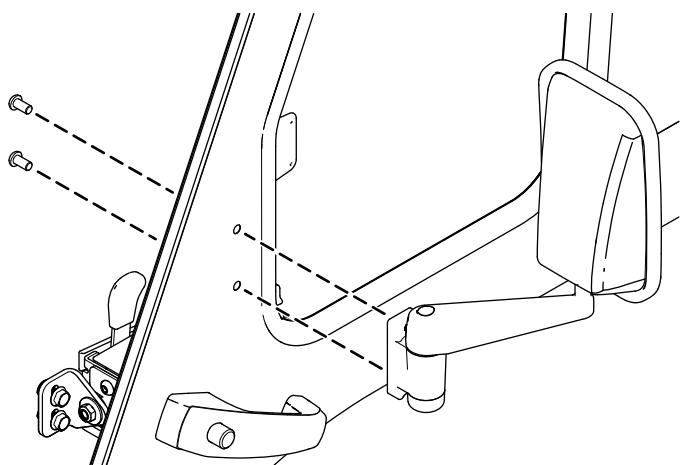

Bild 4
2. Befestigen Sie den Spiegel mit zwei Torx-Schrauben (M8 x 16 mm) an der Tür, wie in Bild 4 dargestellt.